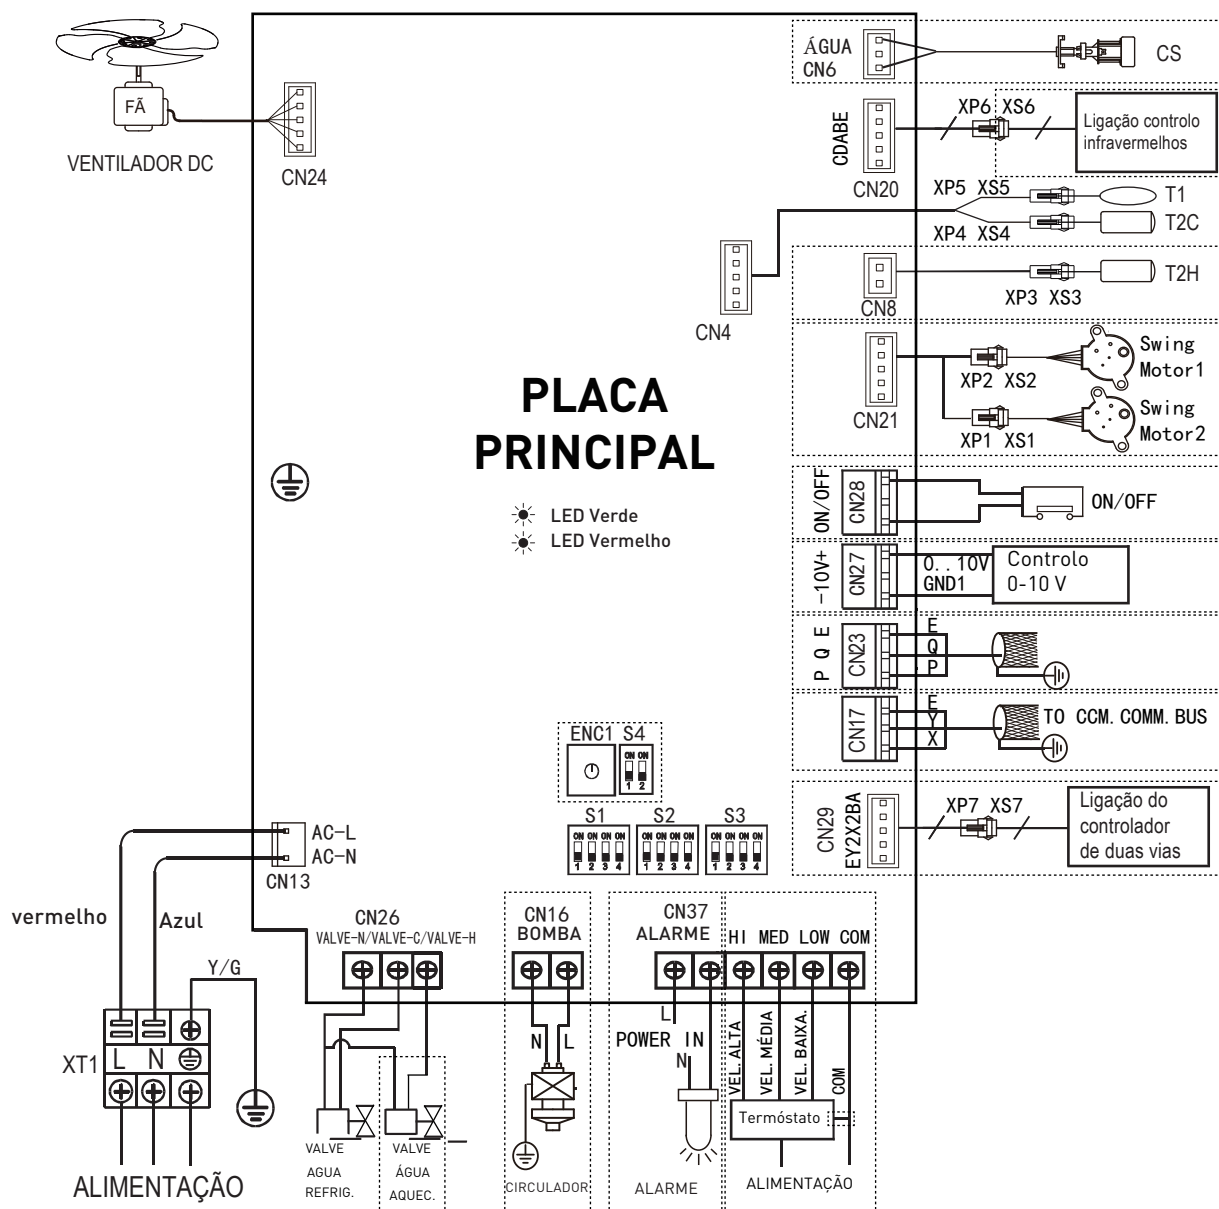

Figura 5-20 Diagrama de cablagem (Ven. DC)
- Faça as ligações elétricas de acordo com a placa de identificação da cablagem (Figura 5-20) da unidade.